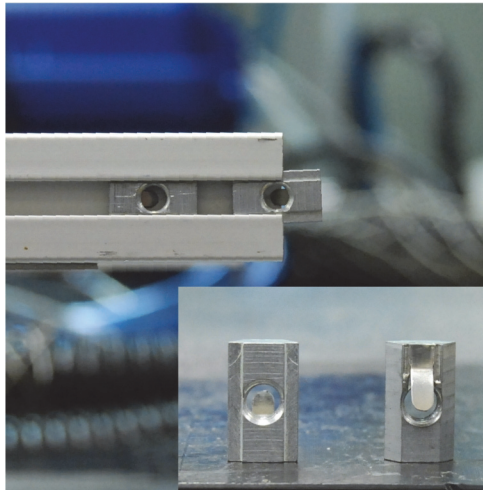

Abbildung 2-29 T-Muttern werden verwendet, um Zubehör an den Rahmenstangenabschnitten zu befestigen
5. Behalten Sie die T-Muttern von den alten Rahmenstangenabschnitten und montieren Sie diese an die neuen Rahmenstangenabschnitte. Jeder Griff benötigt zwei T-Muttern, jede Skala benötigt zwei und jeder Rahmenstangenabschnitt benötigt eine, um den seitlichen Rahmen zu befestigen (Abbildung 2-29 auf Seite 58).